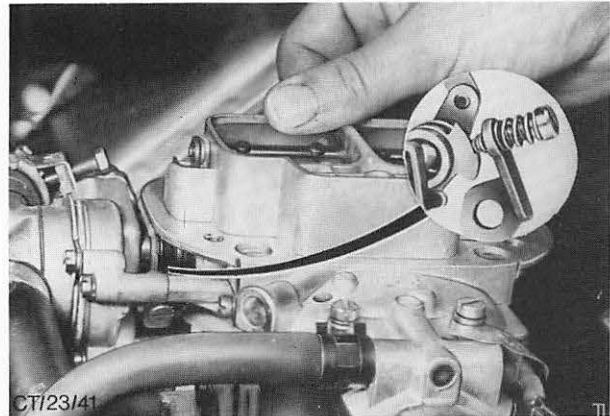

Abb. 128 Stufenscheibe in vorgeschriebener Lage zum Prüfen der überhöhten Leerlaufdrehzahl (zur Verdeutlichung wurde das Wassergehäuse abgebaut).
12. Drehzahlüberhöhung wie folgt prüfen und ggf. einstellen (mit Stufenscheibe in der Zwischenstufe, Abb. 128):
Drosselklappenhebel loslassen, damit die Stufenscheibe durch die Schnelleerlauf-Einstellschraube festgeklemmt wird, dann Starterklappen von Hand so weit schließen, bis die Stufe der Stufenscheibe fest gegen die Einstellschraube anliegt (Drosselklappengestänge hält Starterklappengestänge in der Schnelleerlaufstellung fest). Abb. 128.